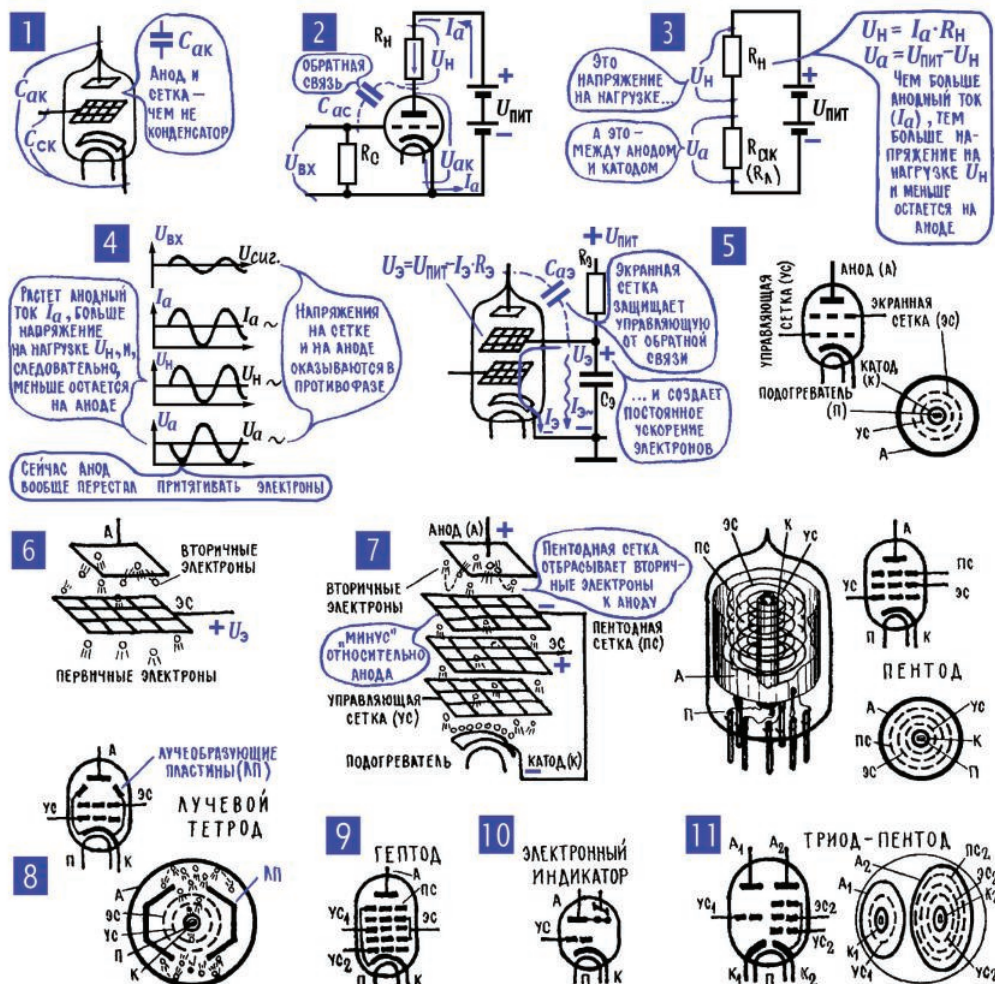

Рис. 10.8. Разновидности электронных ламп
**13. Основные типы усилительных ламп: триод, пентод и лучевой тетрод.** Триод был первой усилительной лампой, он был запатентован еще в 1906 году американцем Ли де Форестом. Но из-за двух серьезных недостатков его в дальнейшем сильно потеснили другие разновидности ламп. Первый недостаток триода связан с тем, что электроды лампы, по сути, представляют собой обкладки конденсаторов и в лампе существуют междueleктродные емкости, никому не нужные, а поэтому названные паразитными емкостями (рис. 10.8; 1). Самая опасная из них – емкость между анодом и управляющей сеткой  $C_{ac}$ . Через нее усиленный сигнал попадает обратно во входную цепь (рис. 10.8; 2), а это может привести к серьезным неприятностям. Другой недостаток триода связан с самим принципом работы усилителя: когда напряжение на нагрузке растет, на аноде (как и на коллекторе транзистора) оно уменьшается (рис. 10.8; 4, и 10.4) и анод слабее тянет к себе электроны. Результат – ухудшаются усилительные способности лампы.
Оба недостатка триода были ликвидированы одним ударом: между анодом и управляющей сеткой поместили еще один электрод — экранирующую (экранирующую) сетку, и таким образом получилась четырехэлектродная лампа, тетрод (рис. 10.8; 5). Экранирующую сетку через конденсатор  $C_s$  соединяют с катодом, и она отводит, замыкает накоротко переменные токи, которые могли бы попасть во входную цепь. Кроме того, на экранирующую сетку подают значительный «плюс» ( $U_3$ ), иногда такой же, как и на анод, а иногда поменьше. Теперь как бы ни менялось напряжение на аноде, это почти не повлияет на анодный ток — экранирующая сетка будет тянуть электроны к аноду всегда с одинаковой силой.
С динаatronным эффектом тоже научились бороться, причем двумя разными путями. Они и привели к созданию двух основных типов ламп: пентодов и лучевых тетродов. В пентоде между экранной сеткой и анодом расположена очень редкая пентодная, или, иначе, антидинаatronная, сетка, которая соединена с катодом, чаще всего внутри лампы (рис. 10.8; 7). Первичные электроны, те, что летят от катода к аноду, через редкую пентодную сетку по инерции проскакивают беспрепятственно. В то же время пентодная сетка легко отталкивает обратно к аноду вторичные электроны, которые еще не успели набрать скорость. Потому, что на этой сетке «минус» относительно анода – она-то ведь соединена с катодом, а на катоде относительно анода всегда «минус», поскольку на аноде всегда «плюс» относительно катода.
Лучевой тетрод (рис. 10.8; 8) сконструирован так, что электроны идут к аноду острыми лучами. Благодаря высокой концентрации электронов эти лучи ведут себя как проводники, протянутые от катода, и, подобно пентодной сетке, они своим «минусом» отталкивают вторичные электроны обратно на анод. Дiod, триод, пентод, лучевой тетрод – основные типы электронных ламп, но ими ассортимент ламп далеко не исчерпан. Есть, например, лампа гептод, в ней две управляющие сетки, с которых анодным током управляют одновременно два сигнала9 (рис. 10.8; 9). Или лампа – оптический индикатор настройки, в ней есть уже некоторые элементы телевизионной трубки, то есть светящийся экран и перемещение электронного потока в пространстве (рис. 10.8; 10). Наконец, выпускались комбинированные лампы, то есть две-три лампы, размещенные в одном баллоне – два триода, триод и пентод, триод и гептод, два диода и триод (рис. 10.8; 11).
Пример понижения питающих напряжений мы видим на рис. 10.8; 3 и 10.9; 10. Здесь на гасящем резисторе  $R_g$  ток экранирующей сетки  $I_g$  создает некоторое падение напряжения. Сопротивление  $R_g$  с учетом величины  $I_g$  подобрано с таким расчетом, чтобы на экранирующую сетку попадал меньший «плюс», чем на анод. Конденсатор  $C_g$  заземляет экранирующую сетку для переменного тока. Кстати, если этот конденсатор пробьется, то экранирующая сетка «сядет на землю», по  $R_g$  пойдет большой ток, и резистор, скорее всего, сгорит.